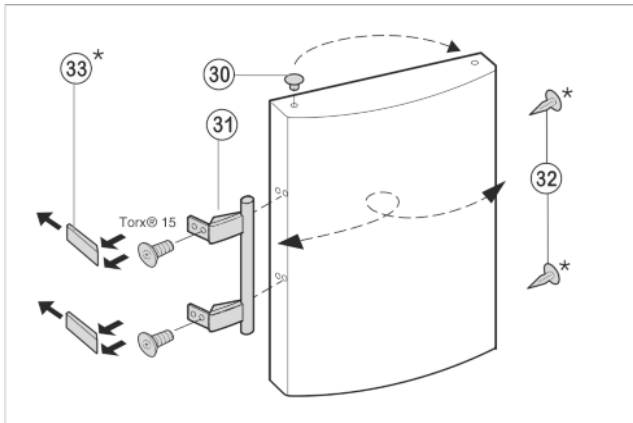

Fig. 10
- ▶ Til de stop *Fig. 10 (30)* uit de deurlagerbus en plaats hem om.
- ▶ Monteer deurgreep *Fig. 10 (31)*, stop *Fig. 10 (32)* en drukplaten *Fig. 10 (33)* af en monteer ze aan de tegenoverliggende kant.